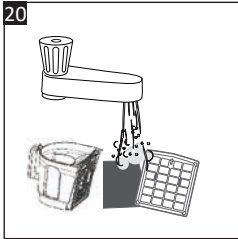

Рис. 20
6. Удерживая губчатый фильтр (22) грязной стороной вниз, промойте его под краном теплой водой, пока вода не станет прозрачной (Рис. 20). Таким же образом промойте HEPA-фильтр (23).
7. Промойте пылесборник (11) внутри теплой водой.